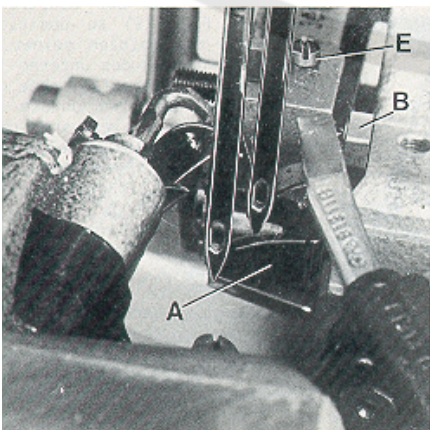

Fig.16
When the needle guard (A, Fig. 16) is in its most forward end position, its guarding surfaces should just contact the back of the needles without deflecting them. After loosening screw (B, Fig. 16) needle guard (A) can be moved accordingly to the front or to the rear. Retighten screw.
Wenn der Nadelanschlag (A, Fig. 16) in seiner vorderen Endstellung ist, sollen seine Schutzflächen die Rückseite der Nadeln gerade berühren, ohne sie abzulenken. Nach Lösen der Schraube (B, Fig. 16) kann der Nadelanschlag (A) entsprechend nach vorne oder hinten geschoben werden. Ziehen Sie die Schraube wieder an.
Adjust the supporting screw (E, Fig. 16) in the feed bar to the required height and assemble the feed dog.
Stellen Sie die Stützscharbe (E, Fig. 16) im Transporteurträger auf die entsprechende Höhe und montieren Sie den Transporteur.